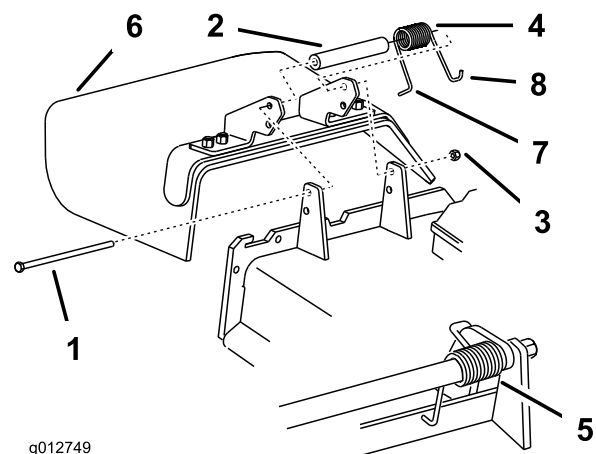

Figura 89
Nota: Asegúrese de colocar el extremo en **L** del muelle detrás del reborde de la carcasa antes de instalar el perno, según se muestra en la Figura 89.
- Instale el perno y la tuerca. Coloque el extremo en **J** del muelle alrededor del deflector de hierba (Figura 89).
- Retire la contratuerca, el perno, el muelle y el espaciador que sujetan el deflector a los soportes de pivote (Figura 89). Retire el deflector de hierba dañado o desgastado.